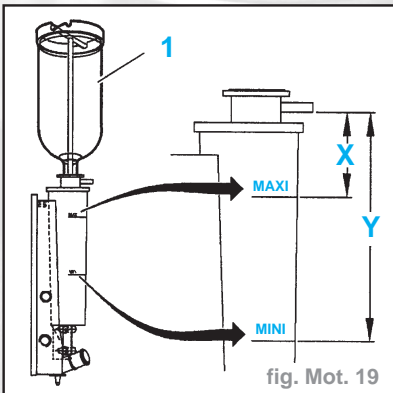

fig. Mot. 19
- Monter le cylindre de charge (1) (outil 4520-T) sur l'orifice de remplissage (fig. Mot. 19).